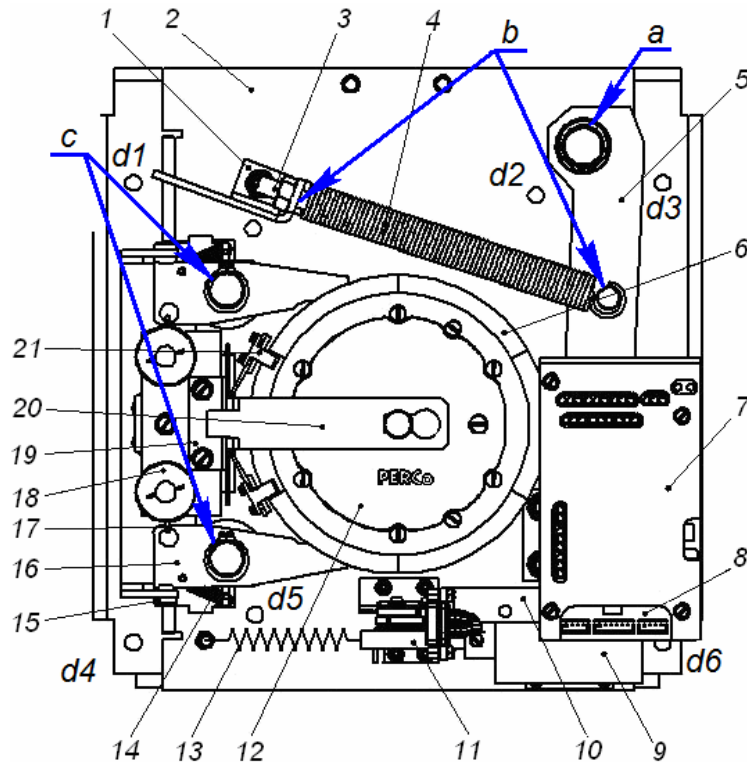

Abbildung 13. Die Anordnung von Innenteilen und der Knoten des Drehkreuzfußes (a, b, c – die Schmierstellen)
3. Prüfen Sie die Zuverlässigkeit der Befestigung der Achsen der sperrenden Leisten (5) zum Lenkrad.
5. Nehmen Sie den Deckel mit dem Block der Indikation (2) ab (siehe den Punkt 6).
6. Führen Sie die visuelle Besichtigung der Einrichtung des Nachdrehens (des Puschers, der Federn und der Walze), der optischen Sensoren der Wendung der sperrenden Leisten und der dämpfenden Einrichtung durch (siehe die Abb. 13).
8. Erfüllen Sie das Schmieren der Oberflächen der Reibung des Mechanismus des Drehkreuzes (siehe die Abb. 13).
10. Schließen Sie den Stecker des Kabels der Indikationsplatte an den Stecker der Steuerplatte an und stellen Sie auf die Stelle den Deckel mit dem Block der Indikation (2) in der Ordnung, rückgängig der Abnahme fest. Die richtige Montage des Deckels mit dem Block der Indikation (2) fordert die Anwendung der großen physischen Bemühungen nicht.
11. Stellen Sie das Lenkrad (3) mit den sperrenden Leisten (5) fest. Die Ordnung der Montage des Lenkrades ist in Abt. 8.4. angegeben.
12. Prüfen Sie die Arbeit der Einrichtung der elektromechanischer Deblockierung der sperrenden Leisten (5) mittels der Abgabe und der Abnahme der Betriebsspannung auf das Drehkreuz.
13. Prüfen Sie die Zuverlässigkeit der Befestigung des Drehkreuzgestells zum Fußboden und falls notwendig ziehen Sie die Bolzen der Anker (13) fest. Dazu:
- ziehen Sie die Blindverschlüsse (14) aus den Öffnungen in der Gründung des Drehkreuzgestells (1) heraus;
- ziehen Sie die Bolzen der Anker (13) fest;